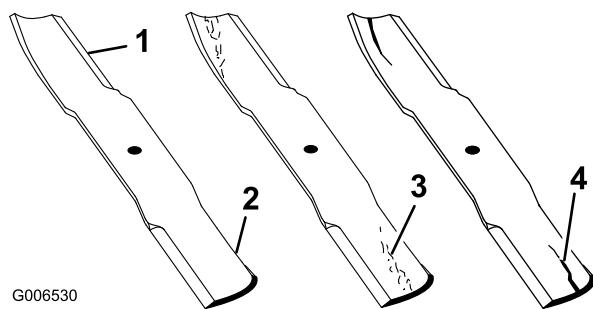

Figure 49
1. Examinez le tranchant des lames (Figure 49). Si elles ne sont pas tranchantes ou si présentent des indentations, déposez et affûtez les lames (voir Affûtage des lames).
2. Inspectez les lames, surtout la partie relevée (Figure 49). Remplacez immédiatement toute lame endommagée, usée ou qui présente une entaille (repère 3 de la Figure 49).